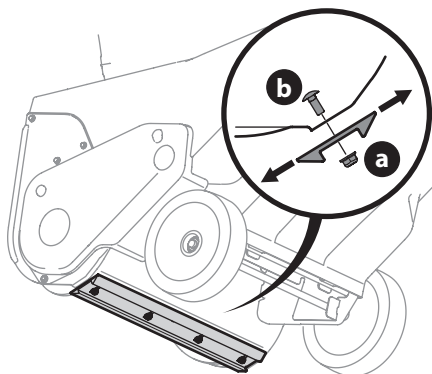

Figure 26
3. Desserrez les quatre écrous autobloquants à bride (a) et les boulons de carrosserie (b) qui retiennent la lame de raclage au boîtier (Figure 26). Placez la lame à la position désirée, puis replacez les écrous (a) et les boulons de carrosserie (b). Serrez-les bien.
- Retirez les quatre boulons (b) et les quatre écrous autobloquants à bride (a) qui fixent la lame au boîtier de la souffeuse (Figure 26).